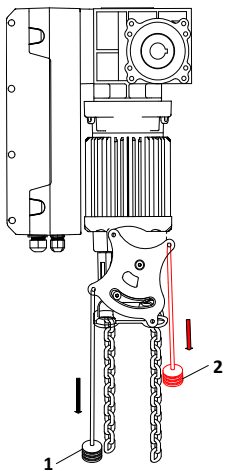

Рисунок 12
В зависимости от типа монтажа привода (вертикальный или горизонтальный) место крепления шнуров разблокировки отличается. При вертикальном монтаже шнуры разблокировки должны быть расположены: черный (1) нижнее отверстие слева, красный (2) верхнее отверстие справа (заводской вариант). (Рис. 12)